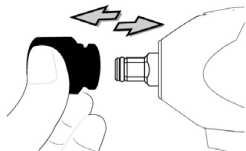

Fig. 4
1. Per installare la chiave a bussola, spingerla completamente nel mandrino guida (vedere fig. 4).